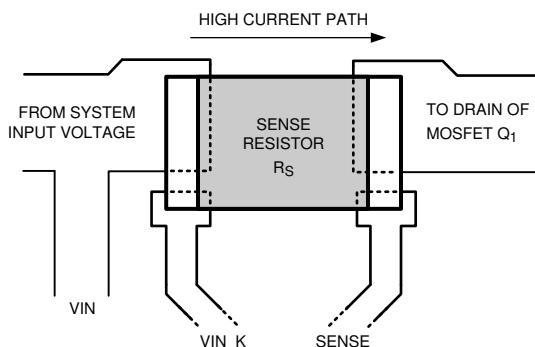

图 8-22. 检测电阻连接
2. 将 TVS Z_1 直接靠近 LM5066Hx 的 VIN 和 GND 引脚放置，以帮助尽可能地减少输入电源线路上可能出现的电压瞬变。选择 TVS 时应确保峰值 V_{IN} 略低于 TVS 反向偏置电压。当负载电流关闭时，很容易在标称输入电压基础上出现 20V 或更高的瞬变电压。德州仪器 (TI) 建议通过对负载进行限流或短路操作，并测量输入电压瞬变峰值，以此测试电路的 VIN 瞬变性能。
5. 检测电阻 (R_{SNS}) 应靠近 LM5066Hx 放置。应使用布线将检测电阻的 VIN 焊盘和 Q_1 焊盘分别连接至 VIN_K 和 SENSE 引脚。使用开尔文技术连接 R_{SNS} ，如 图 8-22 所示。